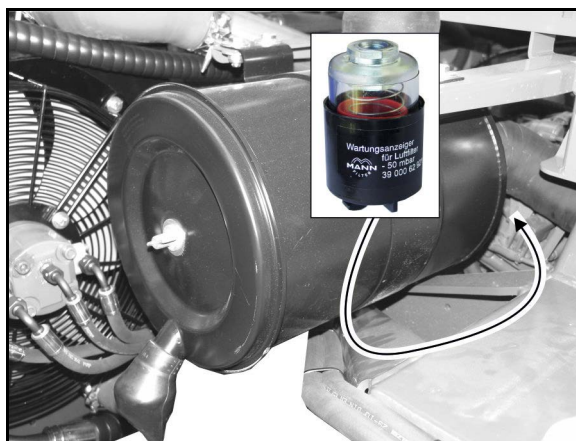

Bild 167
2. Dra ut oljemätstickan (Bild 167/1) och rengör den med en ren trasa.
4. Om så behövs ska oljenivån fyllas på med föreskriven olja i oljepåfyllningsöppningen (Bild 167/2,3).
5. Struva ur oljeavtappningsskruven (Bild 167/4).